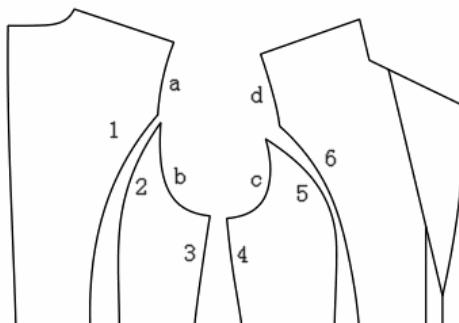

图 1
2. 如图 1, 再依次点选或框选与曲线连接的线 1 线 2、线 3 线 4、线 5 线 6, 击右键, 弹出对话框;